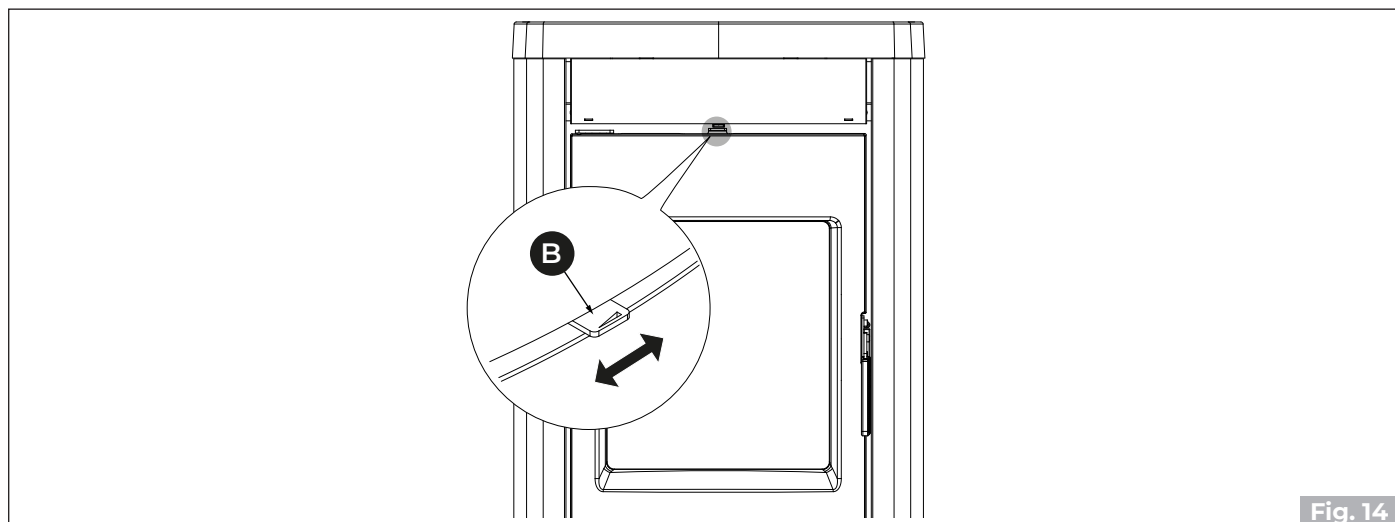

Fig. 14
Während des Betriebs des Kamins kann die Reinigung der Keramikglases über den Regelhebel (B) gefördert werden (Fig. 14), ohne dass die Tür geöffnet werden muss.